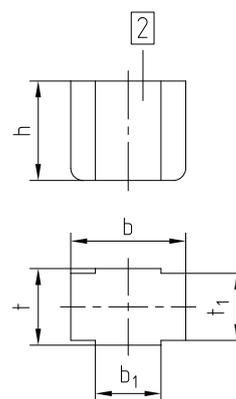

Figura 5: POLY, pezzo più rialzato in elastomero NBR (buna N) 90 Sha
**Tabella 8: Dimensioni pezzi più rialzati in elastomero (vedere figura 5)**